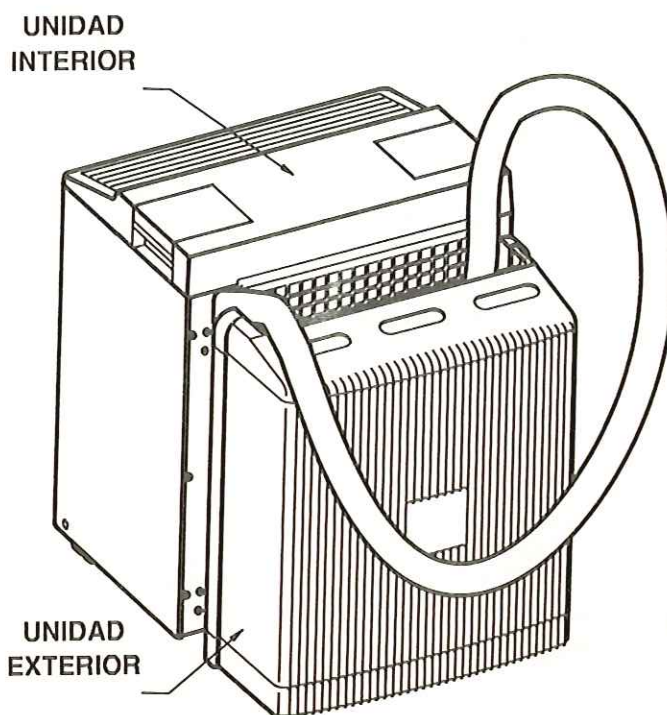

FIG. 13
La unidades interior y exterior deben unirse (Fig. 13) para trasladar y almacenar el acondicionador de aire. Para unir las (Ver Fig. 1; Fig. 2) introducir los pasadores (8) de la unidad exterior en los agujeros (17) de la unidad interior.